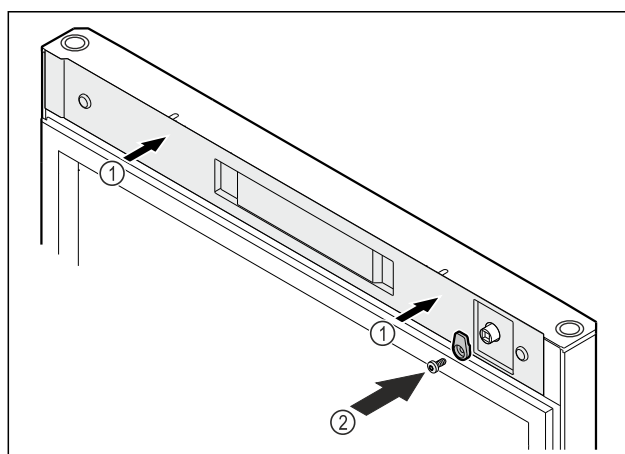

Fig. 55
- Abdeckung aufsetzen Fig. 55 (1).
- Schließhaken anschrauben Fig. 55 (2).